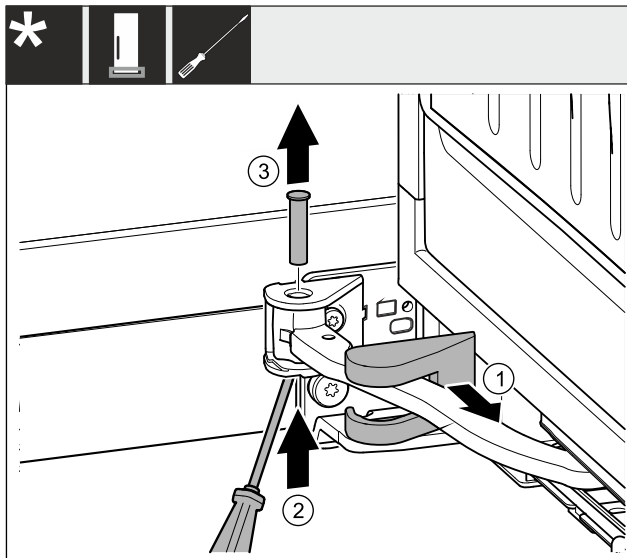

Fig. 5
- ▶ Stáhněte kryt stojanu ložiska a posuňte podél kloubu. Fig. 5 (1)
- ▶ Čep zesponu nadzvedněte prstem nebo šroubovákem. Fig. 5 (2)
- ▶ Šroubovákem zajed'te pod hlavu čepu a vytáhněte jej. Fig. 5 (3)